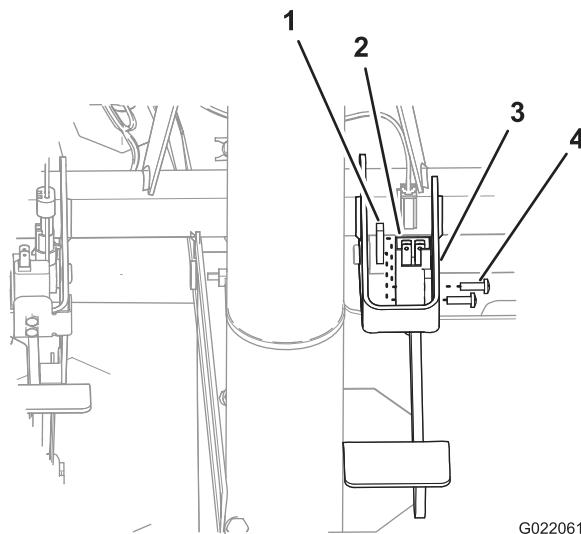

図 6
1. 新しい4ピン（ブレーキ）スイッチを、ブレーキペダル用サポートブラケットに整列させる；スイッチのピンが上（ステアリングホイールの方）を向くようにする（図 6）。
- 4ピン（ブレーキ）スイッチの穴を、サポートブラケットの穴に合わせる（図 6）。
- ねじ2本とねじ穴付きプレートもう一枚を使ってスイッチをブラケットに固定する（図 6）。